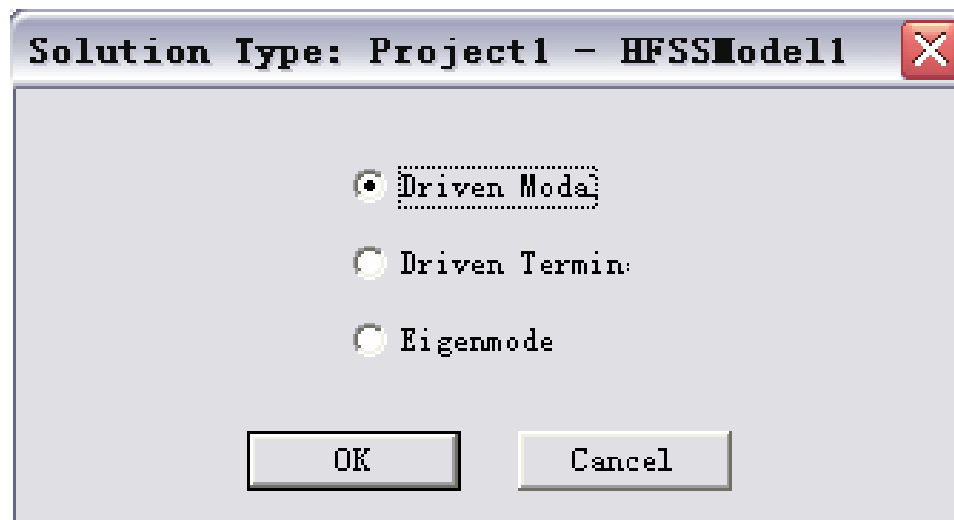

图5-1-7设置求解类型
(1) 在菜单栏中点击HFSS>SolutionType。
(2) 如图5-1-7所示，在弹出的SolutionType窗口中：